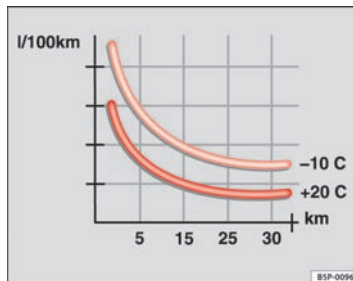

Fig. 113 Brændstofforbrug i l/100km ved forskellige temperaturer
**Omgivelsestemperaturen** spiller i den forbindelse også en afgørende rolle. Billedet  $\Rightarrow$  Fig. 113 viser brændstofforbruget på samme strækning ved en temperatur på  $+20^{\circ}\text{C}$  og en temperatur på  $-10^{\circ}\text{C}$ . Bilen bruger mere brændstof om vinteren end om sommeren.